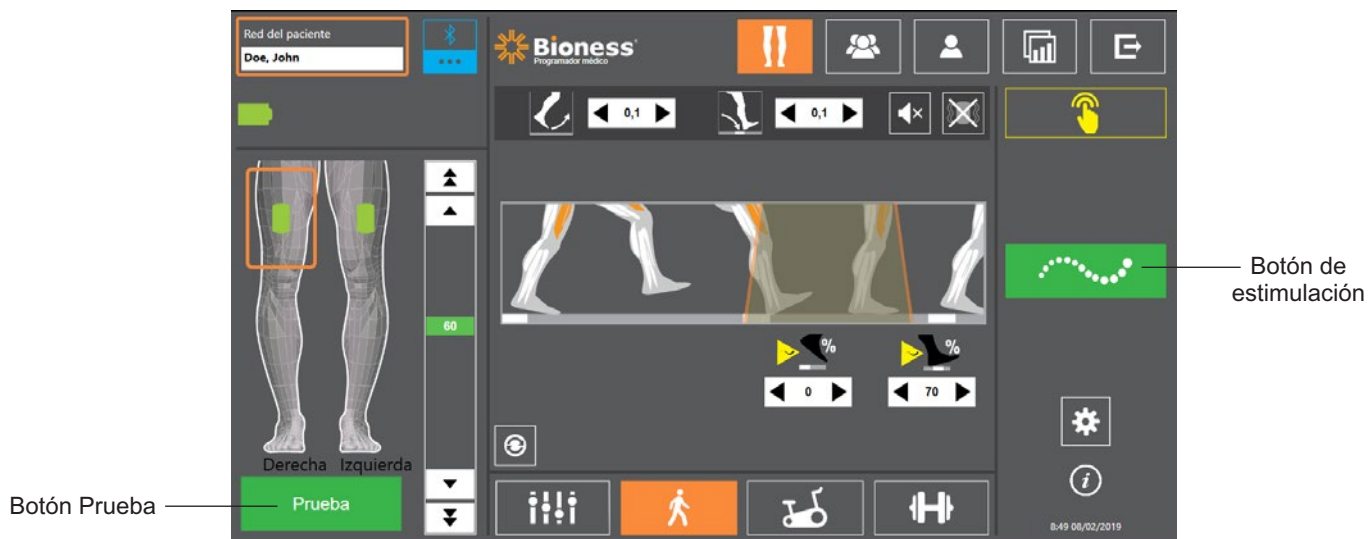

Ilustración 9-6: Programación de la estimulación: pantalla de configuración de la marcha
3. Se abrirá la pantalla de configuración de la marcha. Consulte la ilustración 9-6.